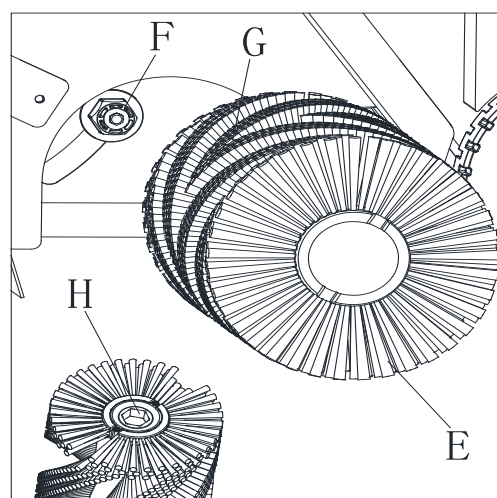

Figura 22
6. Verifique se existe poeira ou outros objetos estranhos (como fios, tecido, etc.) no cubo de acionamento (F, Figura 22). Em caso afirmativo, limpe-os.
7. Ao instalar uma nova escova principal, certifique-se de que a forma da cerda esteja como mostrado em (G, Figura 22).
8. Ao instalar uma nova escova principal, alinhe o cubo principal da escova (H, Figura 22) com o cubo de acionamento (F, Figura 22).